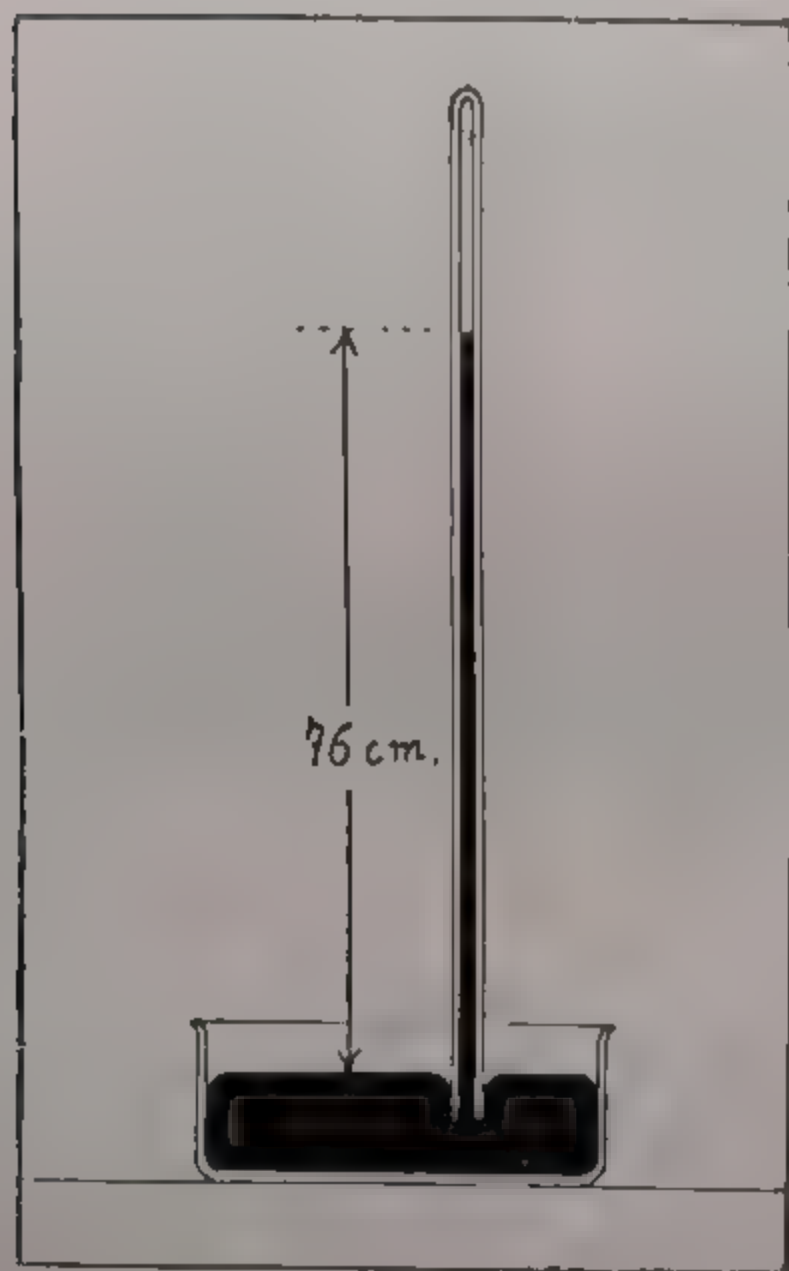

Fig. 69. — ESPERIENZA DI TORRICELLI.
**55. L'esperienza di Torricelli.** — *Evangelista Torricelli*, contemporaneo di Galileo, volendo spiegare perchè l'acqua non sale, in un tubo in cui è fatto il vuoto, che all'altezza di circa 10 m., prese un tubo di vetro chiuso ad una estremità e lungo circa 80 cm. e lo riempì accuratamente di mercurio. Chiuse poi il tubo con un dito e lo capovolse su di una vaschetta di mercurio, in modo che l'orlo inferiore del tubo restasse immerso nel liquido. Togliendo quindi il dito, non tutto il mercurio scese nella vaschetta (fig. 69); egli osservò che, qualunque siano il diametro e la forma del tubo, *la parte del liquido che resta sollevata nel tubo raggiunge l'altezza di circa 76 centimetri rispetto al livello della vaschetta.*